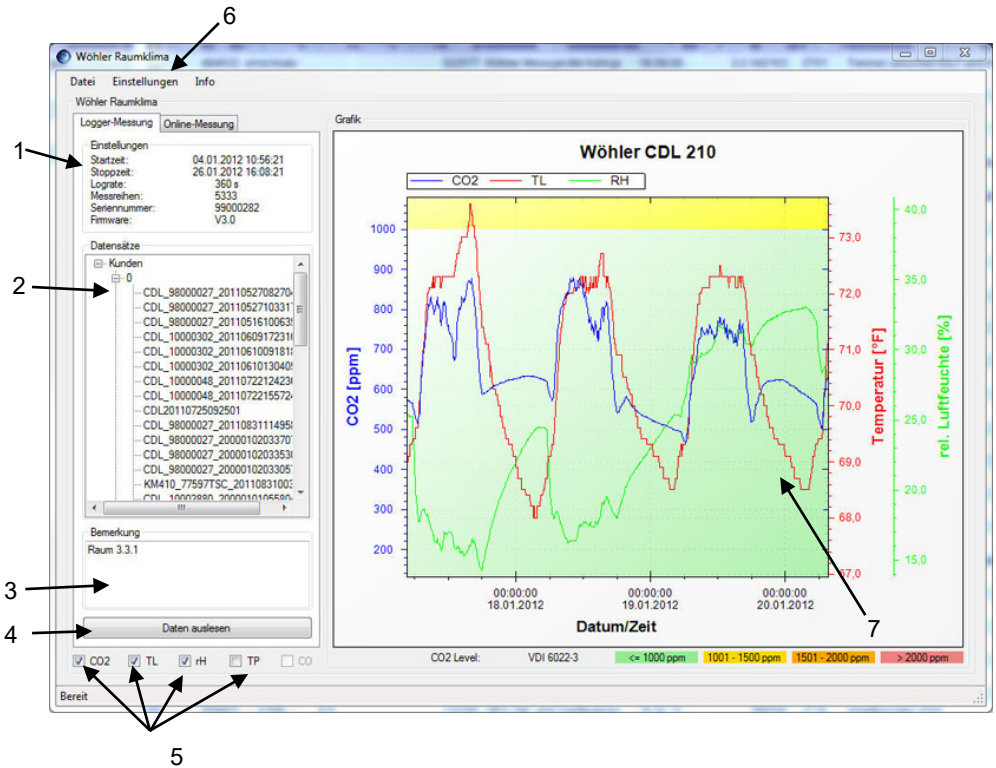

Abb. 2: Hauptansicht
- Starten Sie die Datenübertragung durch Klick auf den Button „Daten auslesen“. (Abb. 2, Punkt 4).